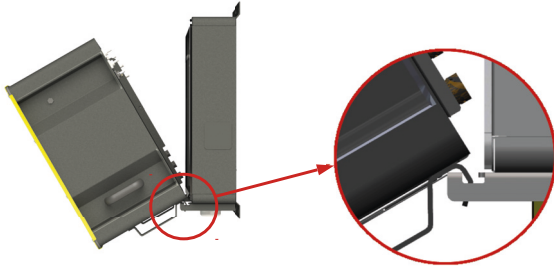

Fig. 16: Einhängen der PowerUnit an der ConnectionBox
2. Die PowerUnit vorsichtig in die Gerätehalterung der ConnectionBox einführen (siehe Abbildung 16).